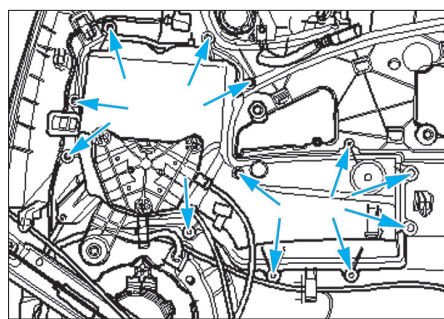

Fig. 60
• Déposer les vis puis extraire l'ensemble mécanisme lève vitre de la garniture (Fig.60).